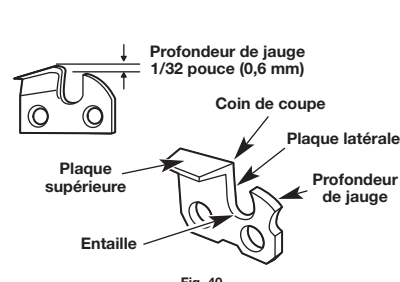

Fig. 40
- Le réglage du limiteur de profondeur (ou épaisseur du copeau) détermine la hauteur à laquelle les gorges pénètrent le bois et la taille des copeaux de bois découpés (Fig. 40). Une épaisseur de copeaux trop importante accroît le risque de rebond. Une épaisseur de copeaux trop faible diminue la taille des copeaux, et par conséquent la capacité de coupe de la chaîne.
- Maintenez la profondeur des jauges à 1/32 pouce (0,6 mm). Utilisez un gabarit d’affûtage pour vérifier la profondeur des jauges. (Fig. 40)